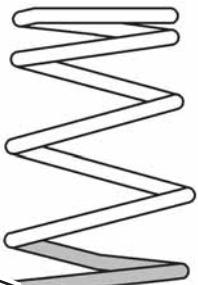

図 4-1
1. 純正スプリングにチューブが巻かれている場合は、チューブを取り外し、リアスプリング（同梱品）の一番下に取付けてください。（図 4-1）